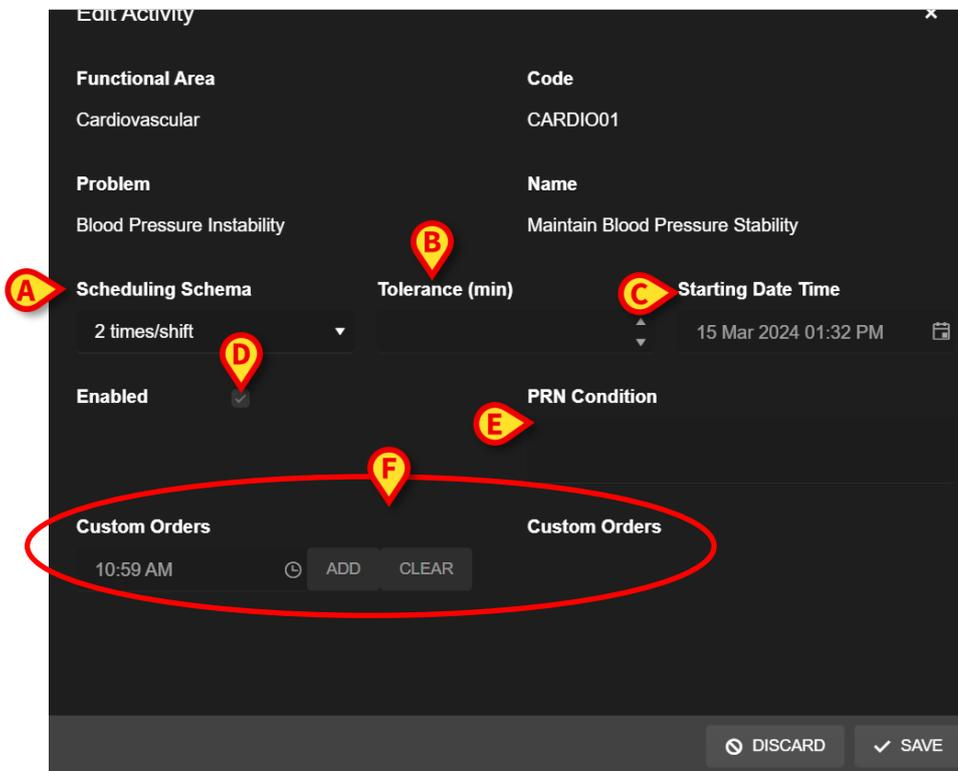

Fig 26
- Scheduling schema (Esquema de programación) (Fig 26 **A**)
- Tolerance (Fig 26 **B**)
- Starting date/time (Fecha/hora de inicio) (Fig 26 C)
- Casilla Enabled (Activado) (Fig 26 **D**)
- Condición PRN (Fig 26 **E**)
El campo "PRN Condition" (Condición PRN) sólo es relevante si la actividad está configurada como PRN ("Pro Re Nata"), lo que significa que la actividad sólo es necesaria cuando se dan unas condiciones específicas. Las actividades PRN no pueden programarse con antelación y, en la pantalla "Active Plan", se gestionan de forma diferente a las programadas - véase el apartado 3.5.4). Para las actividades PRN, la indicación PRN aparece en el campo "Scheduling schema" (Esquema de programación) (Fig 26 **A**).
- Custom orders (Órdenes personalizadas) (Fig 26 F)
La especificación de órdenes personalizadas sólo está habilitada si la actividad está configurada como "Custom" (Personalizada), lo que significa que el número de ocurrencias necesarias y su hora programada se indican explícitamente al editar la actividad (por ejemplo: "esta actividad debe realizarse dos veces, a las 5:00 p.m. y a las 10:00 a.m."). En este caso, la indicación CUSTOM aparece en el campo "Scheduling schema" (Fig 26 A).
Para las órdenes personalizadas, el campo de especificación de tolerancia (Fig 26 **B**) está activado; el campo de fecha/hora de inicio (Fig 26 **C**) está desactivado.